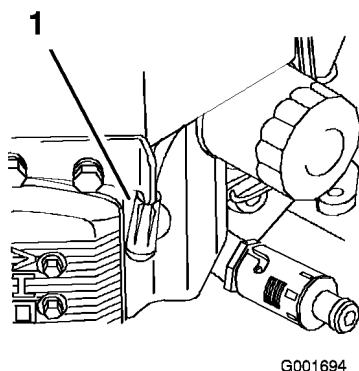

Figure 33
- Débranchez les bougies (Figure 33).